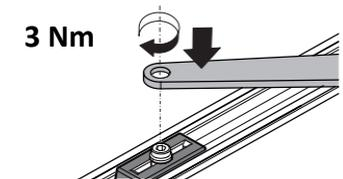

Bild 13
- Hebel mit der im Gleiter integrierten Gewindeschraube am Gleiter befestigen (sh. Bild 13)